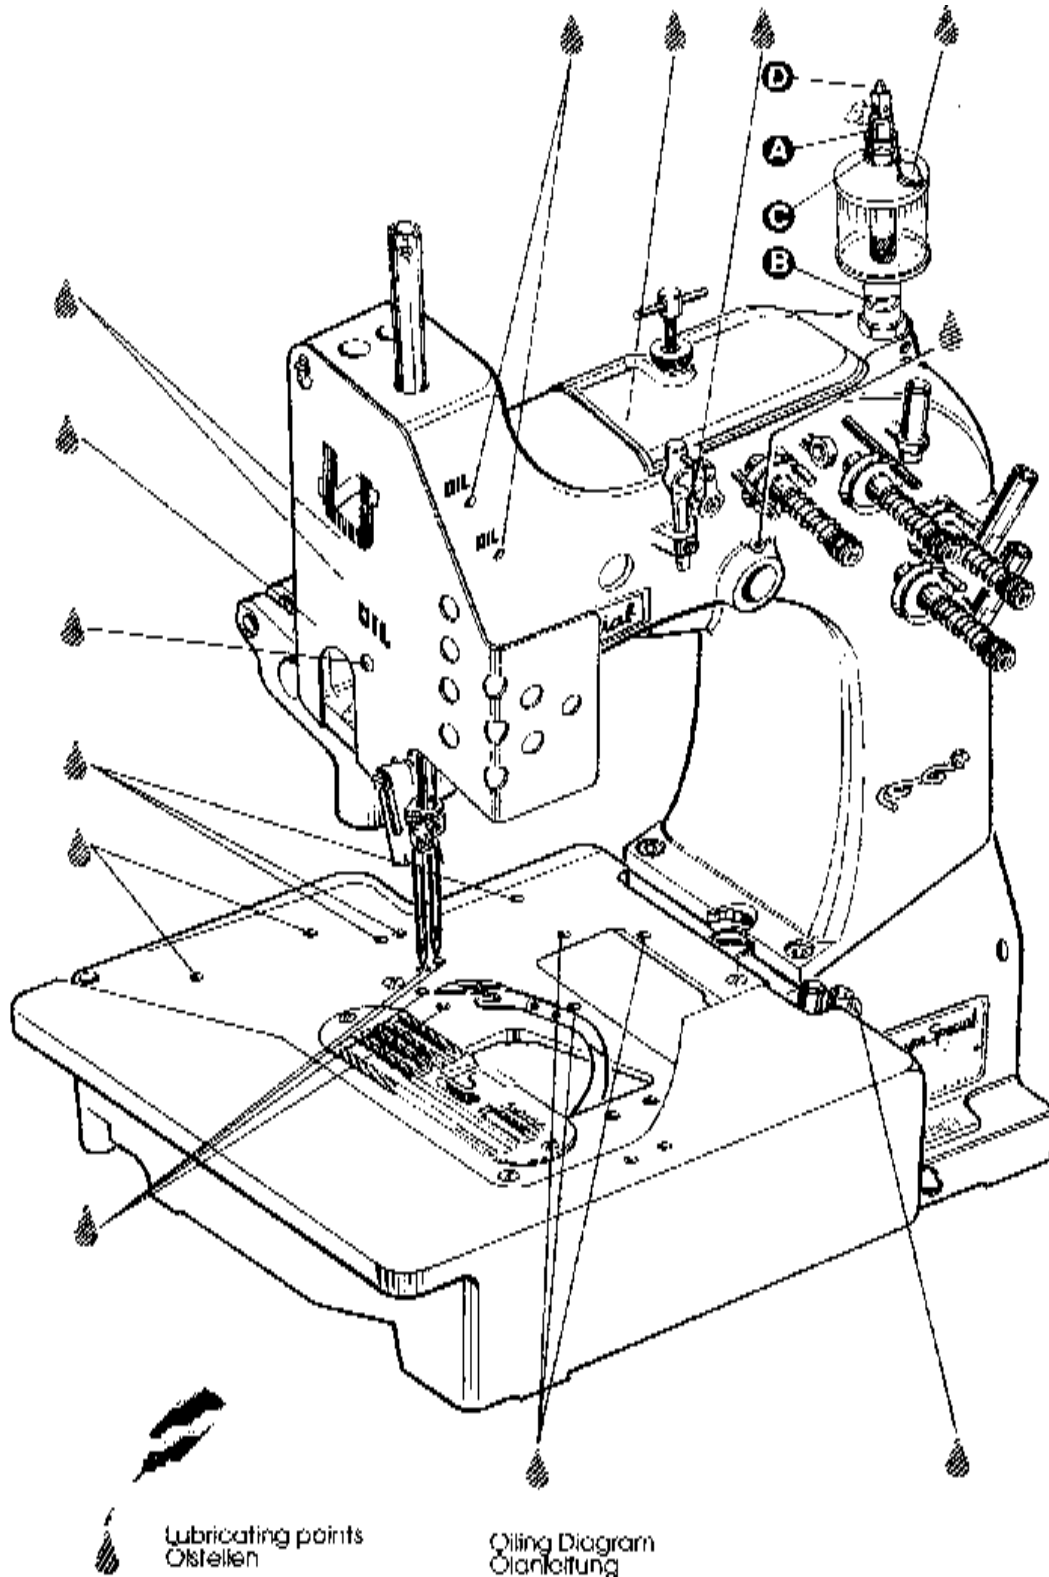

Fig. 1
Before operating a new machine for the first time, the sight feed oiler has to be adjusted. All lubricating points, indicated on the oiling diagram (Fig. 1) have to be oiled.
For adjusting fill the sight feed oiler halfway with oil and turn the metering pin (A, Fig. 1) a little bit out and then turn it in, until there will flow two to three drops of oil per minute. This can be checked on the sight glass (B). Secure the setting of the metering pin with lock nut (C). Fill the oiler.
Bevor eine neue Maschine zum ersten Mal in Betrieb genommen wird, muß der Tropföler eingestellt werden. Alle in der Ölanleitung (Fig. 1) angegebenen Ölstellen müssen geölt werden.
Füllen Sie den Tropföler zum Einstellen halb mit Öl und drehen Sie den Zumeßstift (A, Fig. 1) etwas aus und dann so weit ein, bis pro Minute zwei bis drei Tropfen Öl fließen. Dies kann am Schauglas (B) geprüft werden. Sichern Sie die Einstellung des Zumeßstiftes mit der Kontermutter (C). Füllen Sie den Öler.
The machines of class 81300 have to be cleaned and lubricated twice a day before the morning and afternoon start on the lubrication points indicated on the oiling diagram (Fig. 1, page 10). The sight feed oiler has to be kept filled and should be adjusted so, that it feeds two to three drops of oil per minute. The oiler has to be refilled latest, when 2/3 of the oil are used up (see also page 11).
Die Maschinen der Klasse 81300 müssen zweimal täglich, vor der Inbetriebnahme am Morgen und Nachmittag, gereinigt und an den in der Ölanleitung (Fig. 1, Seite 10) angegebenen Stellen geölt werden. Der Topföler muß gefüllt und so eingestellt sein, daß pro Minute zwei bis drei Tropfen Öl fließen. Der Öler muß spätestens nachgefüllt werden, wenn 2/3 der Ölmenge verbraucht sind (siehe auch Seite 11).